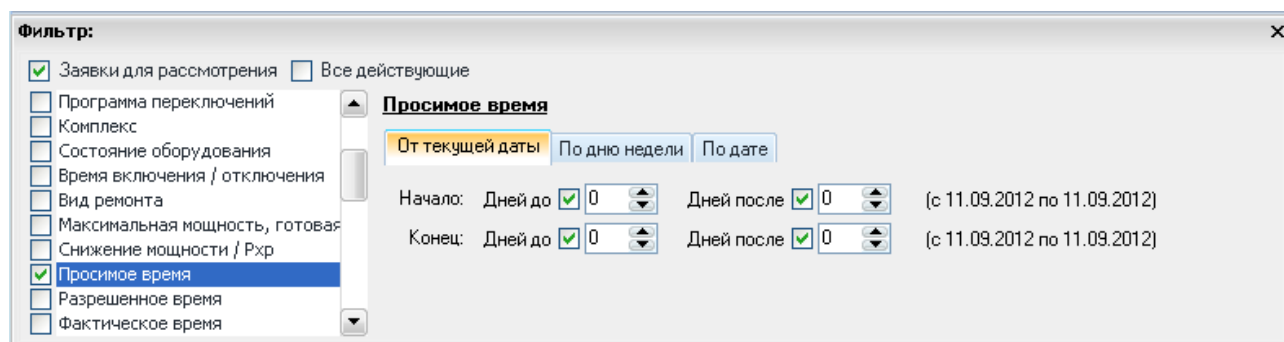

Рисунок 9.24 – Расширенный фильтр
- **Расширенный фильтр.** Фильтр загружается посредством выбора пункта « Расширенный фильтр» из раскрывающегося списка по нажатию кнопки « Фильтр». Расширенный фильтр включает в себя краткий фильтр (Рисунок 9.24).